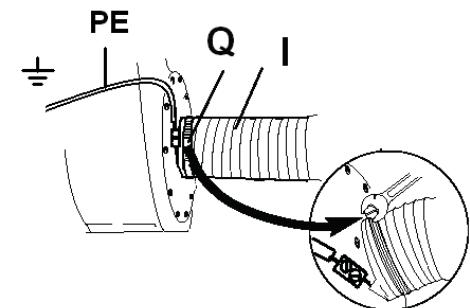

Рис. 4
- Приєднайте стальний дріт шлангу до жовто-зеленого дроту заземлення (PE, Рис.4). Це забезпечить захист від статичної електрики.